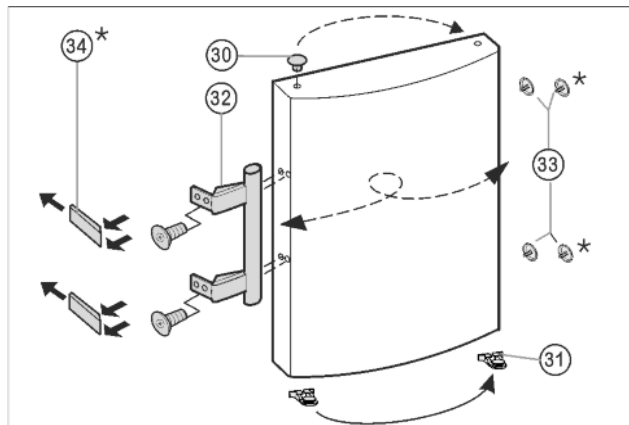

Fig. 9
- ▶ Izvadite čepove Fig. 9 (30) iz čahura ležaja vrata i premjestite ih.
- ▶ Skinite ručku na vratima Fig. 9 (32), čepove Fig. 9 (33) i pritisne ploče\* Fig. 9 (34) i premjestite ih na suprotnu stranu.